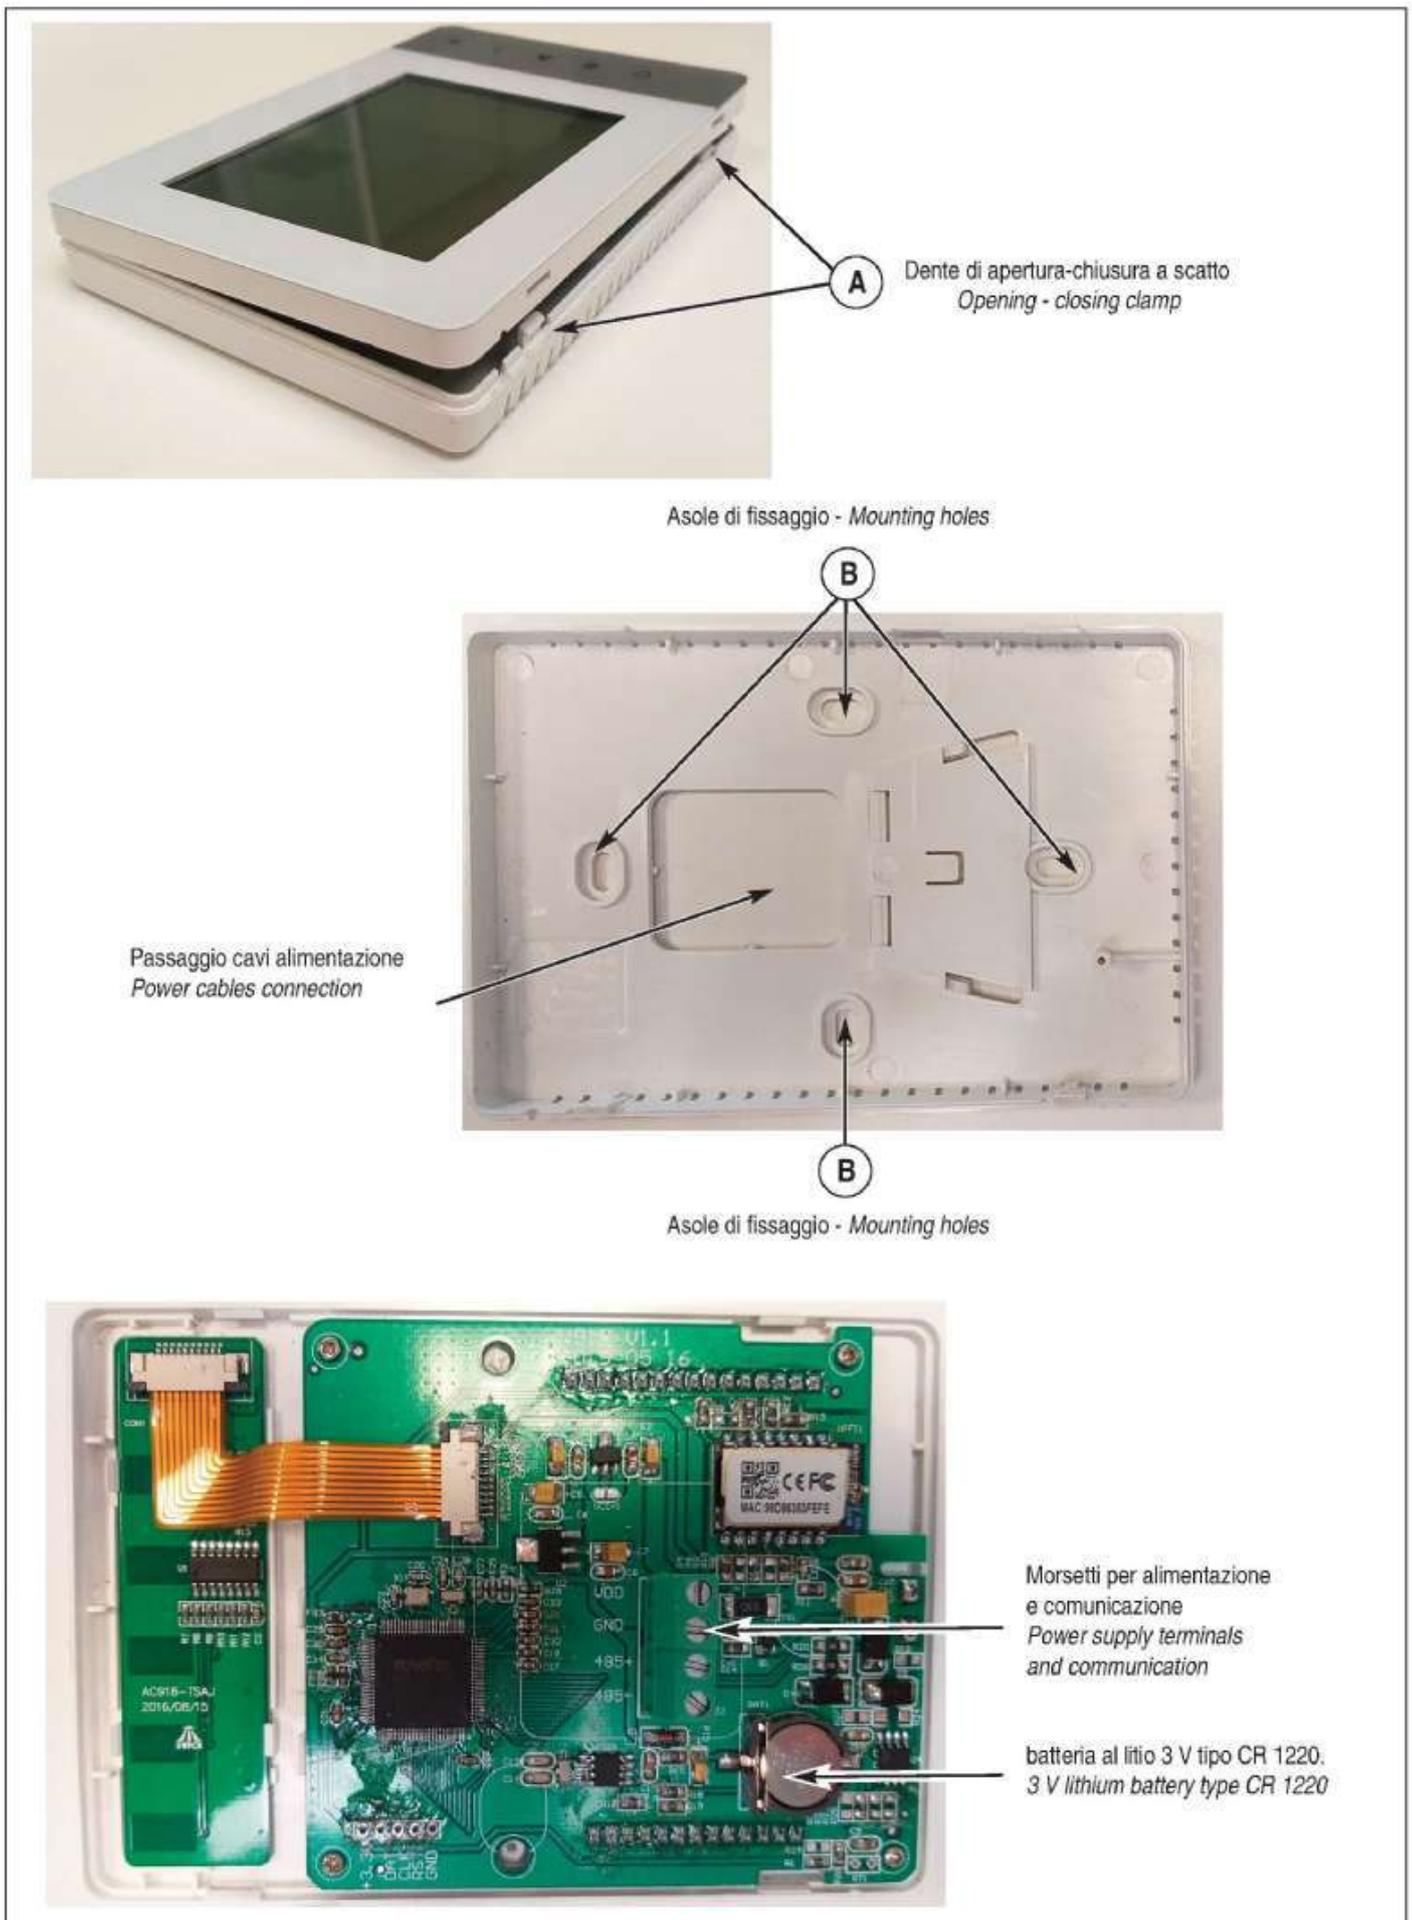

Fig.17
- Per l'installazione a parete dell'interfaccia non è necessaria una scatola ad incasso, dato lo spessore esiguo; tuttavia si può utilizzare anche una scatola da tre moduli. Per fissarla alla parete utilizzare 2 opportuni fisher con viti attraverso le asole presenti nella placchetta posteriore (Fig.17).
- For the installation of the interface, only if needed, use a three module flush mounted wall box. The interface is very thin and usually it is not necessary to install the box. Fix it to the wall by two appropriate fisher with screws through the eyelets in the rear socket (Fig. 17).
- Per fissare il display alla scatola elettrica a parete (Fig. 17):
- Sganciare la placca frontale del controllo, agendo delicatamente sui denti ad incastro posti sulla parte inferiore (A), di conseguenza sganciando anche i denti nella parte superiore.
- Fissare con due viti la base del controllo alla scatola elettrica, alla parete, rispettando le misure (B).
- To fix the display to the wall electrical box (Fig. 17):
- Release the front plate of the control, pushing gently on the clamps placed at the lower part (A), consequently also release the latches at the top (B).
- Fix the base of the control to the electrical box, to the wall with two screws, respecting the measurements (B).